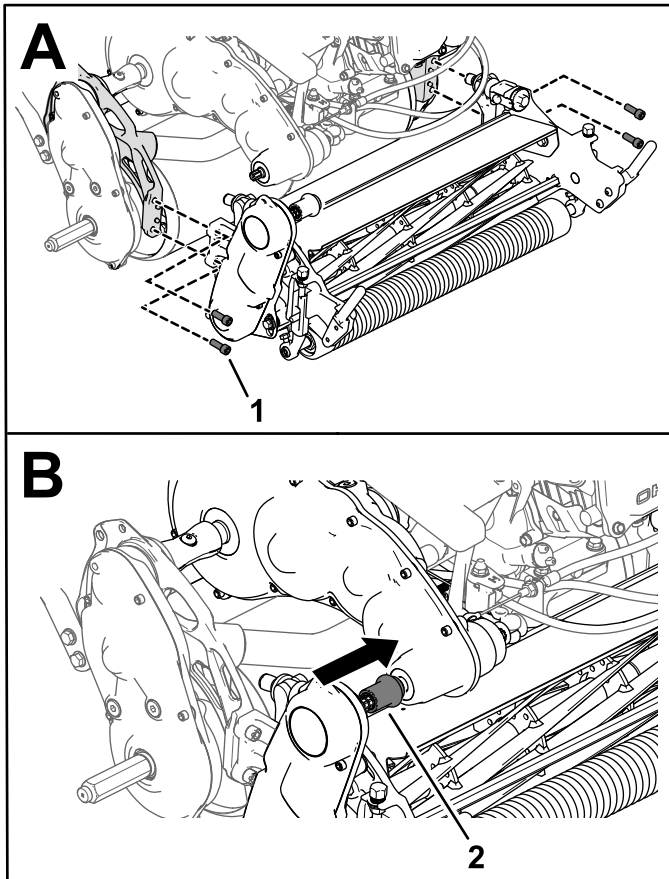

Bild 46
3. Verwenden Sie die vier Bundkopfschrauben, um das Mähwerk am Rahmen zu befestigen (Bild 46).
4. Schieben Sie die Kupplung des Mähwerks auf die Getriebeantriebswelle (Bild 46).